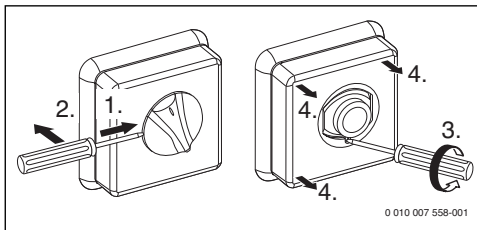

Fig. 3
- ▶ Démontez le bouton de réglage en insérant un tournevis fin entre le bouton et le boîtier et en faisant levier délicatement vers l'avant pour l'extraire (→ Fig. 3).
- ▶ Dévissez la vis de fixation et retirez le boîtier (→ Fig. 3).